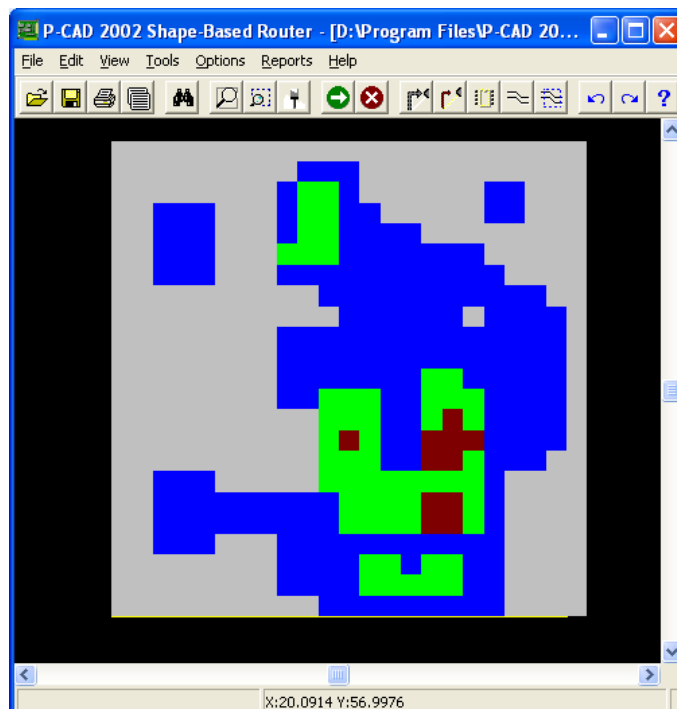

Рисунок 3.22 – Информация о плотности связей на ПП
- Для оценки плотности трассировки используется команда **View/Density** (Просмотр/Плотность) основного меню (рис. 3.22)..